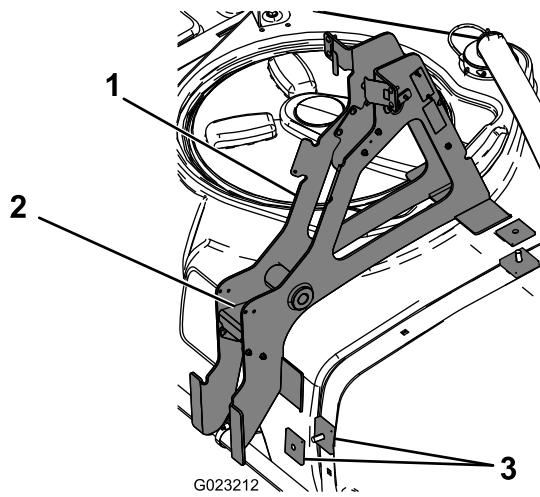

Рисунок 3
- Снимите и сохраните 4 болта и гайки, которые крепят направляющую пластину к узлу основной опорной рамы (Рисунок 3).
- Установите основную опорную раму на квадратные разделители и каретные болты, как показано на Рисунок 3.
- Установите два квадратных разделителя на ранее установленные каретные болты (Рисунок 3).